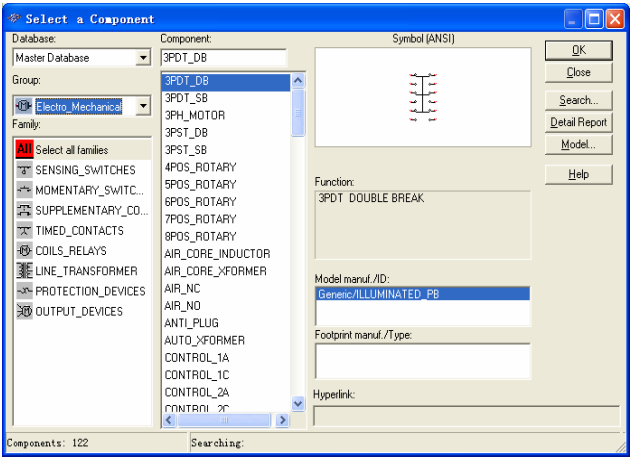

图 3-47 机电类元器件库
15) 机电类元器件 (Electro-Mechanical Components) 库：该库共包含 9 个元器件箱，除线性变压器外，都属于虚拟的电工类元器件，如图 3-47 所示。